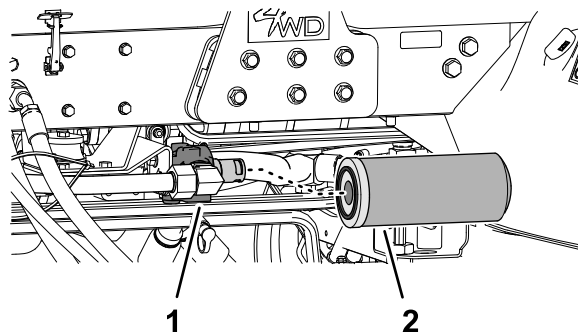

図 164
1. リターンフィルタとフィルタヘッドの周囲をきれいに拭く **図 164**。